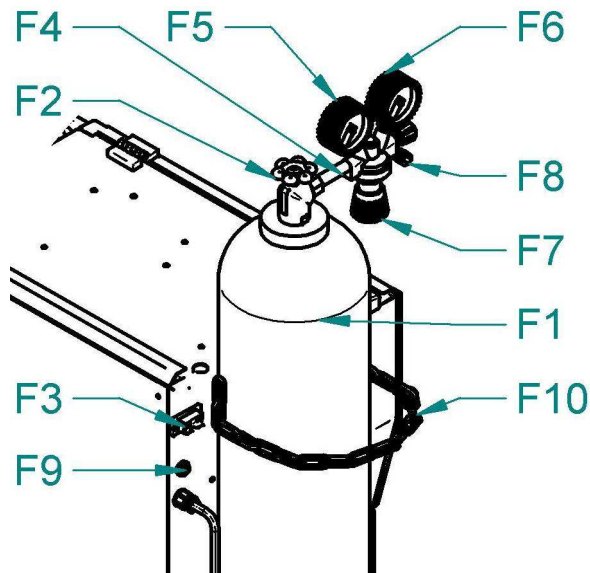

Abb. 10 - Einstellen des Gasflusses
- a) Stecken Sie den Gasschlauch auf den Anschluss an der Maschine (Abb. 10, Pos. F9).
- c) Drehen Sie an der Stellschraube (Abb.10. Pos.F7) an der unteren Seite des Reduktionsventils solange bis der Strömungsmesser (Abb. 10, Pos. F6) die gewünschte Durchströmung anzeigt. Jetzt können Sie den Knopf wieder loslassen. Der optimale Durchströmungswert ist 10-15l/Min.